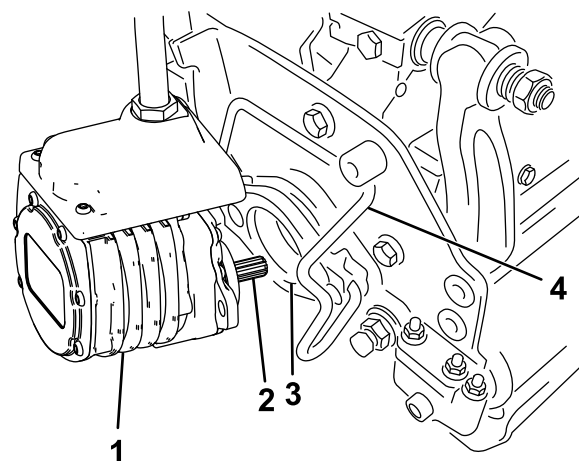

Figure 65
6. Enduisez de graisse propre l'arbre cannelé du moteur de l'unité de coupe (Figure 65).
7. Insérez le moteur dans le côté gauche de l'unité de coupe (vu de la position de l'utilisateur) et tirez la barre de retenue du moteur située sur l'unité de coupe vers le moteur jusqu'à ce que vous entendiez un déclic des deux côtés du moteur (Figure 65).